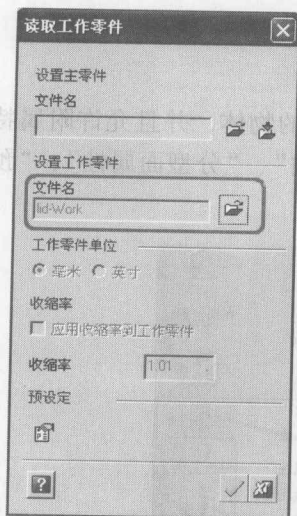

图 1-15
(2) 设置工作零件 在设置工作零件栏可以通过“打开文件”按钮 ，打开已经进行过分模操作的工作零件。当需对已经进行了一部分分模设计的工作零件继续进行分模设计时，则需要在“设置工作零件”项选择此工件，此时其他参数均不允许编辑，如图 1-15 所示。